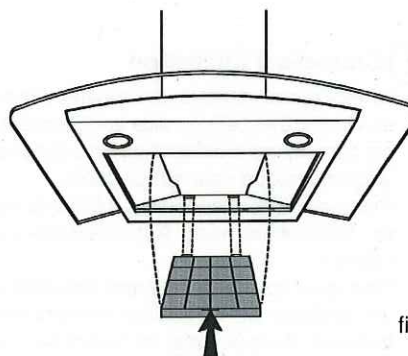

fig.5
3. Poussez l'arrêt du filtre à charbon vers l'intérieur et tirez le filtre vers le bas de manière à le retirer de son logement (fig.5).